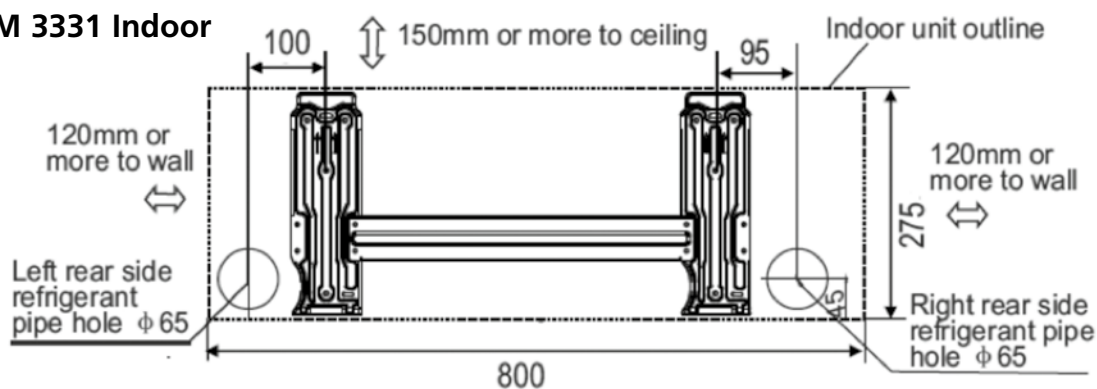
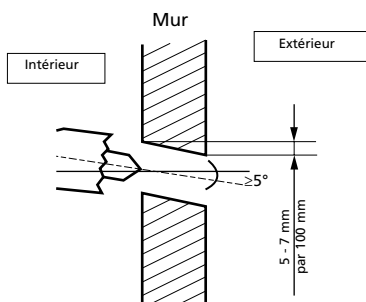

Fig. 8
Fig. 9
- Déterminer la position des trous en fonction du diagramme illustré à la Fig. 8. Percer un trou (≥ 65 mm) en inclinant légèrement vers le bas (côté extérieur) afin d'éviter la pénétration d'eau vers l'intérieur (fig. 9).